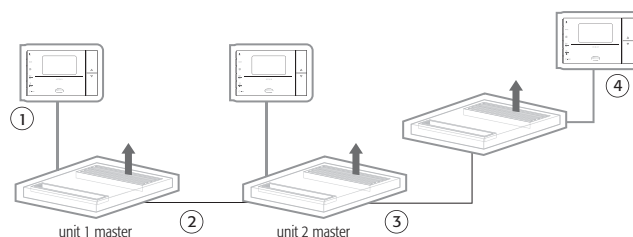

Fig. 5.b
- LOGICA 4: Il master propaga ON/OFF, ECONOMY/SLEEP e sonda di regolazione; sugli slave è possibile modificare tutte le funzionalità rimanenti. La sonda di regolazione è ottenuta come media delle sonde (B1 o BT) di tutti gli slave di zona. Utile nel caso si voglia privilegiare la regolazione della temperatura media di un ambiente piuttosto che la regolazione puntuale (vedi Fig. 5.b).